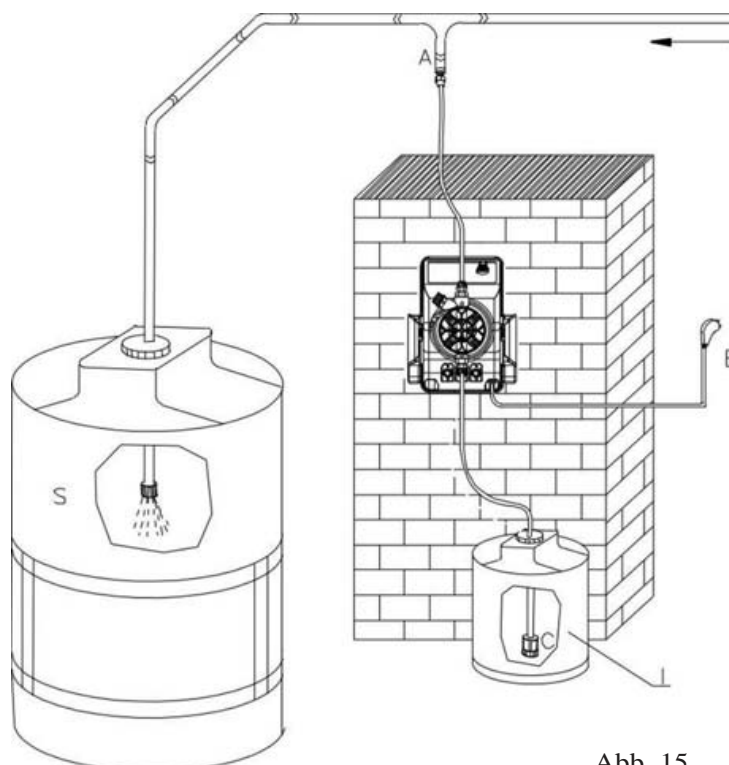

Abb. 15
7.2 - TYPISCHER ANLAGENPLAN (Abb.15)